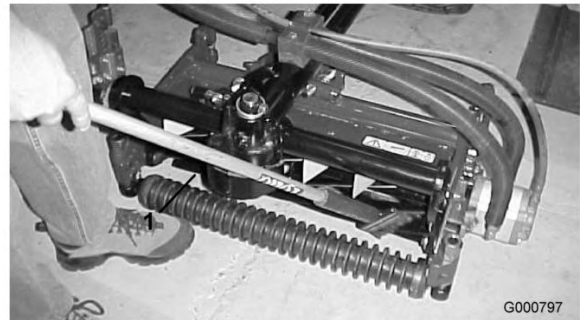

Bild 84
8. Tragen Sie mit einer Bürste mit langem Stiel Schleifpaste (Toro Bestellnummer 29-9100) auf die Spindel auf. Verwenden Sie nie Bürsten mit kurzem Stiel (Bild 84).